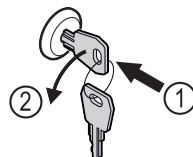

Fig. 170
- Inserire la chiave. Fig. 170 (1)
- Ruotare la chiave di 90° in senso antiorario. Fig. 170 (2)